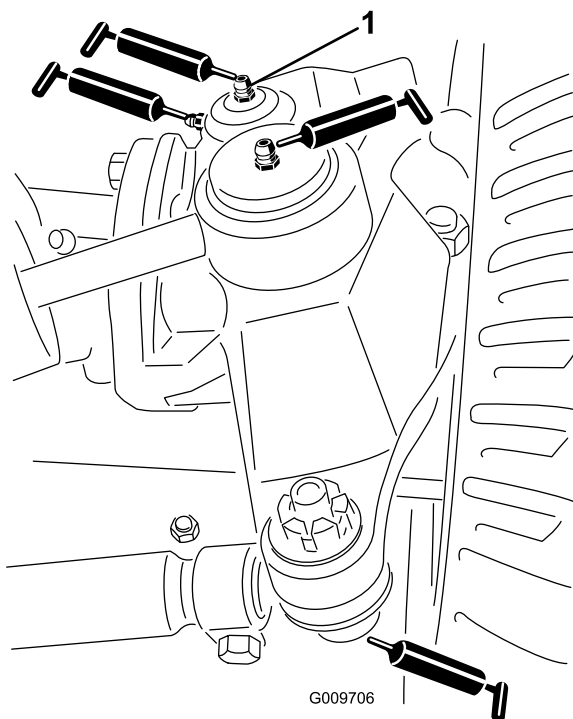

Figure 60
- Rotules de vérin de direction (2), comme montré à la Figure 60.
- Rotules de biellette de direction (2), comme montré à la Figure 60.
- Bagues de pivot de fusée (2), comme montré à la Figure 60.